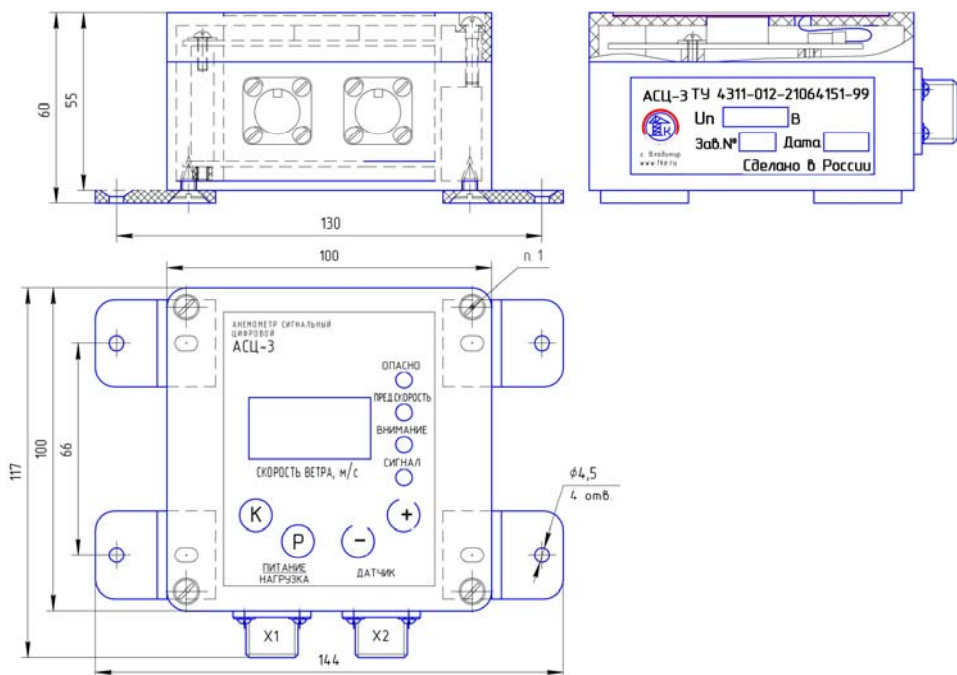

Рисунок 2
#### 4.2.2 Блок контроля (рисунок 2).
6.1.3 Проверить исправность блока контроля и работу совместно с датчиком, для чего подключить кабель к разъему блока контроля, вилку кабеля питания включить в сеть 220 В (при питании постоянным током подключить провода питания к источнику постоянного напряжения от 9 до 30В соблюдая полярность). Проверить значения уставки по предельной скорости ветра и функционирование сигнализации. Для этого нажать кнопку «К» (рисунок 2) и удерживать в этом положении. На табло высветится значение уставки и произойдет включение светодиодов «ВНИМАНИЕ», «ПРЕДЕЛЬНАЯ СКОРОСТЬ», «ОПАСНО». Убедившись в исправности, отпустить кнопку «К». Время нажатия не должно превышать 2 мин.